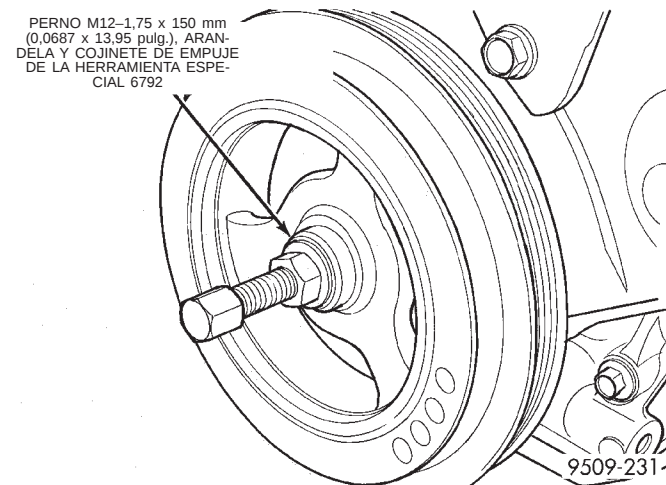

Fig. 96 Amortiguador del cigüeñal—Instalación
(4) Instale la correa de distribución y las tapas. Para informarse sobre la instalación, consulte en esta sección Sistema de la correa de distribución.
(5) Instale el amortiguador del cigüeñal (Fig. 96). Utilice el cojinete de empuje y arandela y el perno M12-1,75 x 150 mm (0,0687 x 13,95 pulg.) de la herramienta especial 6792. Instale el perno del amortiguador del cigüeñal y apriete con una torsión de 142 N·m (105 lbs. pie).